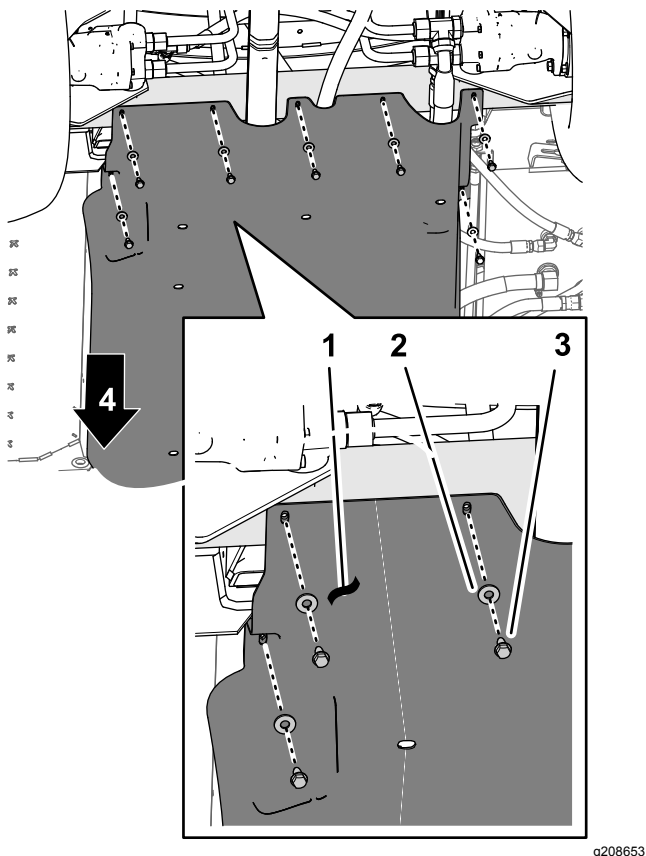

Figura 124
- Alinee los orificios de la parte trasera del protector de bajos con los orificios del chasis (Figura 124).
- Sujete la parte trasera del protector de bajos al chasis con los 7 pernos con arandela prensada (5/16" x 7/8") y las 7 arandelas (5/16") que retiró en el paso 1 de 7 Retirada del protector de bajos (página 15) (Figura 124).